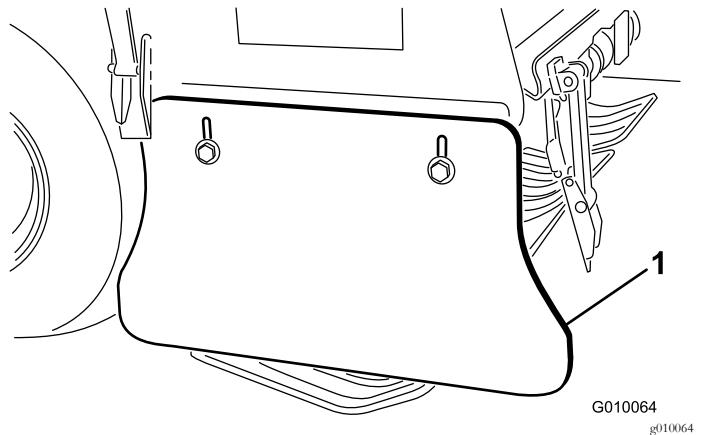

Figura 62
2. Solte as cavilhas e as porcas que fixam o resguardo lateral à estrutura (Figura 62).